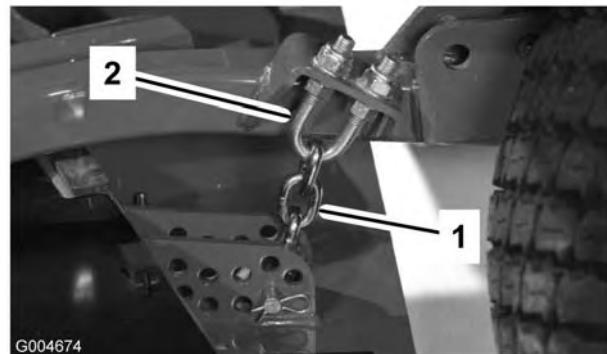

Figura 86
1. Afloje las contratuerca de la parte superior o inferior del perno en U de la cadena de altura de corte (Figura 86).